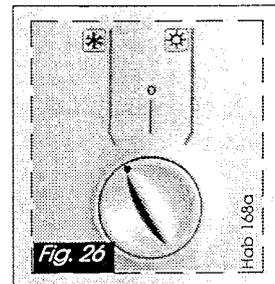

Fig. 26
- Mettre la manette (fig. 26) en position hiver  et les manettes (m) et (p) en position de remplissage comme représenté sur la figure 27a.